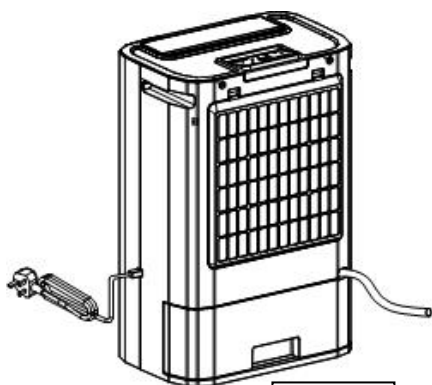

Fig. 1
3.5. Repoussez maintenant le réservoir d'eau dans sa position normale. Assurez-vous que le tuyau passe par la petite ouverture prévue à cet effet sur la droite, au-dessus du réservoir de condensation, et que tout est bien en place et qu'il n'y a pas de fuite d'eau au niveau des raccords (voir Fig. 1).